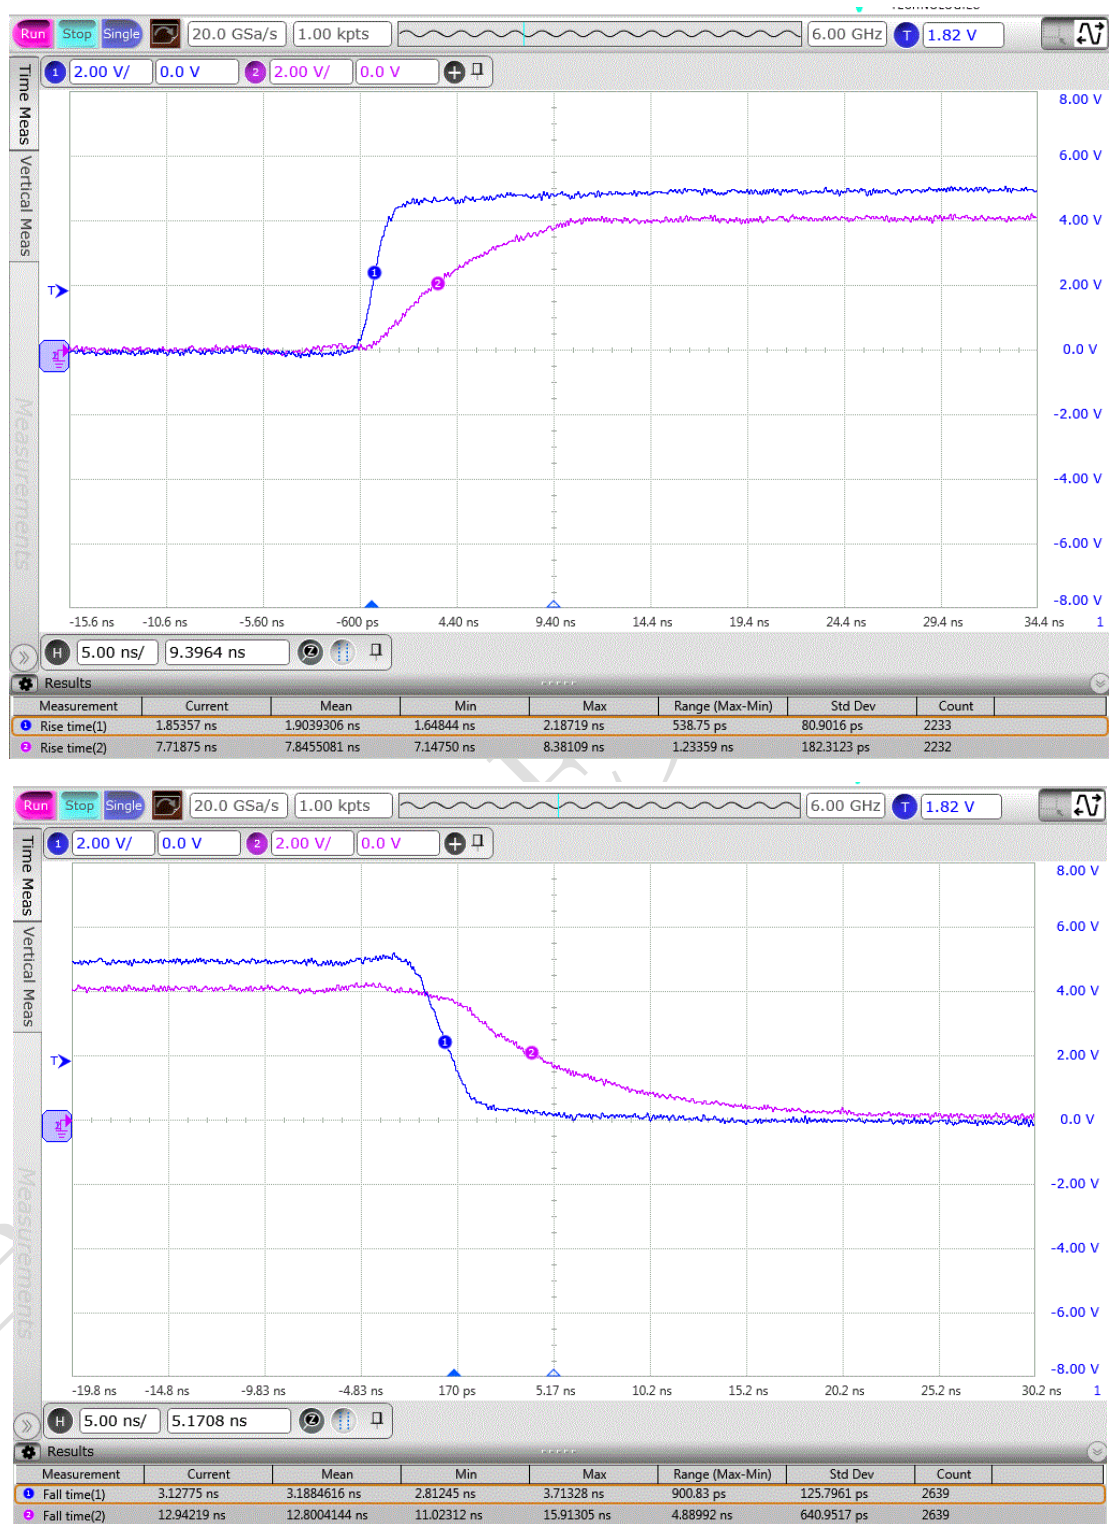
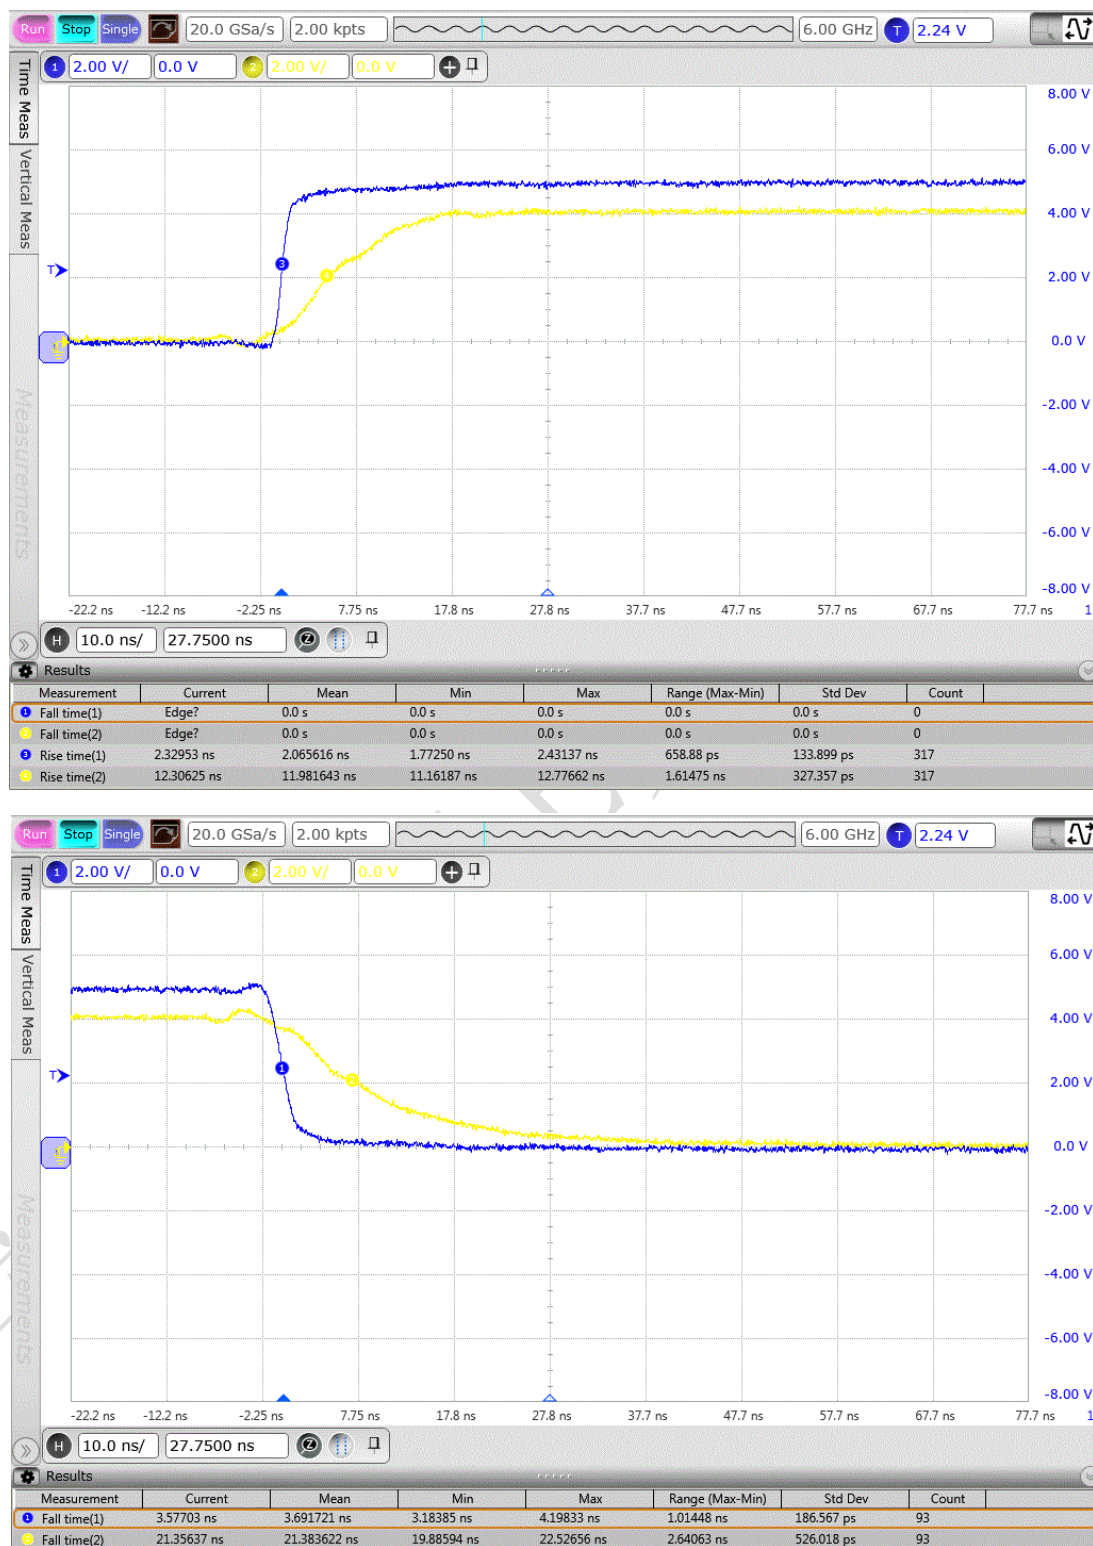

图 2-7-6 : 5V 输入驱动 EAGLE 器件接收端波形 @ $R=330\ \Omega$
图 2-7-7 : 5V 输入驱动 EAGLE 器件上升/下降沿 @ $R=600\ \Omega$
在输入端箝位通路分别串接不同阻值电阻，在 EAGLE 接收端测量波形如图 2-7-6 ~图 2-7-7 所示。
串接电阻 $R=330\ \Omega$ ，上升时间为 7.8ns ，下降时间为 12ns ，见图 2-7-6
■ 串接电阻 $R=600\ \Omega$ ，上升时间为 12ns，下降时间为 21ns，见图 2-7-7